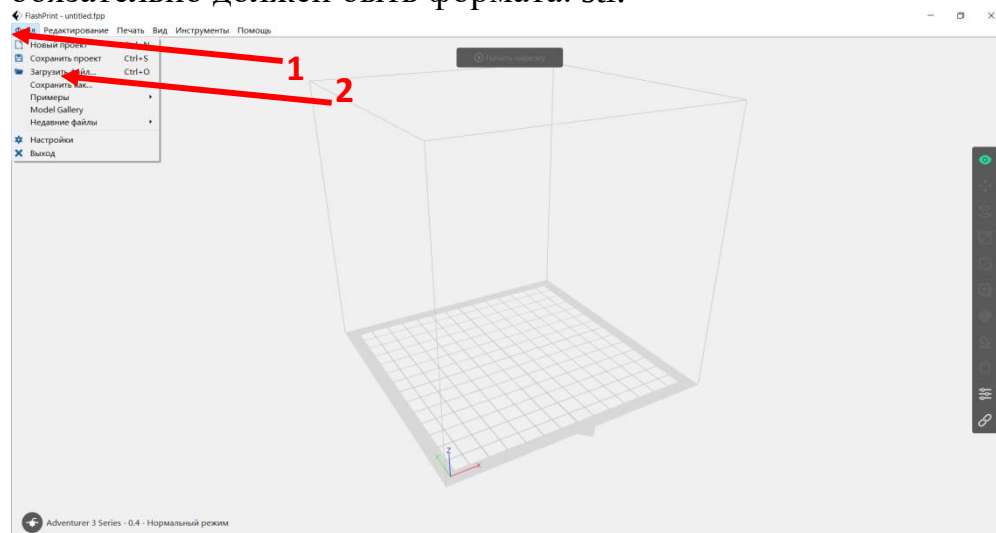

Рис.4. Загрузка файла в программу «FlashPrint 5»
1. Открыть программу «FlashPrint 5» (рис.4).